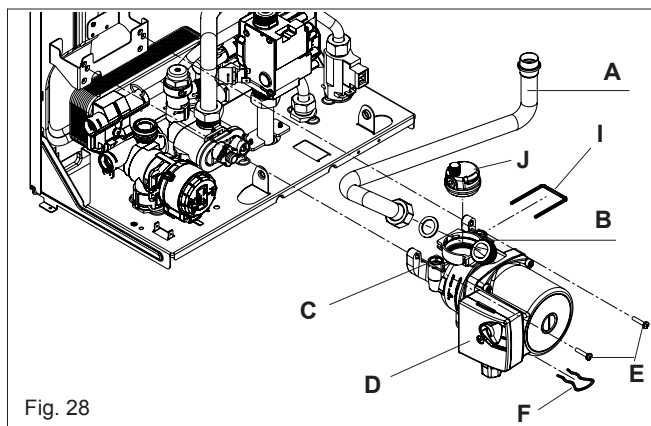

Fig. 28
6.5 PUMP ASSEMBLY (fig. 28)
6.7 LOWER AUTOMATIC AIR RELEASE VALVE (fig. 28)